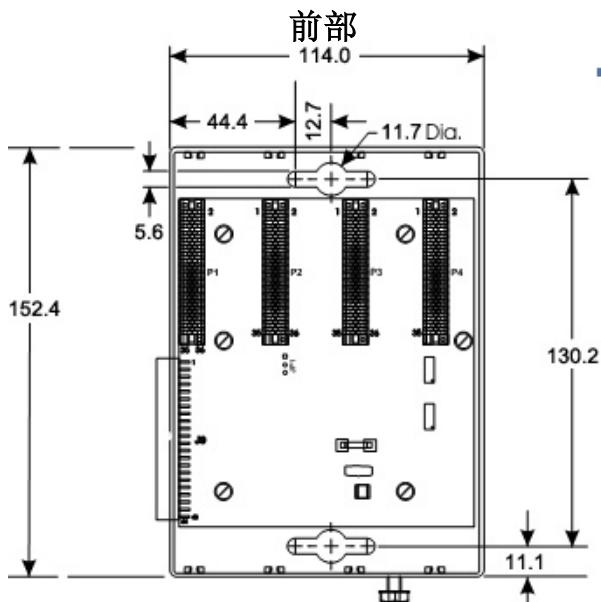

图 3. ControlWave Micro 4 槽扩展壳体尺寸（以毫米为单位）
- 扩展壳体。**将扩展壳体放置在基本壳体的右侧，使用扩展壳体作为模板定位安装孔（尺寸请参见图 3）。